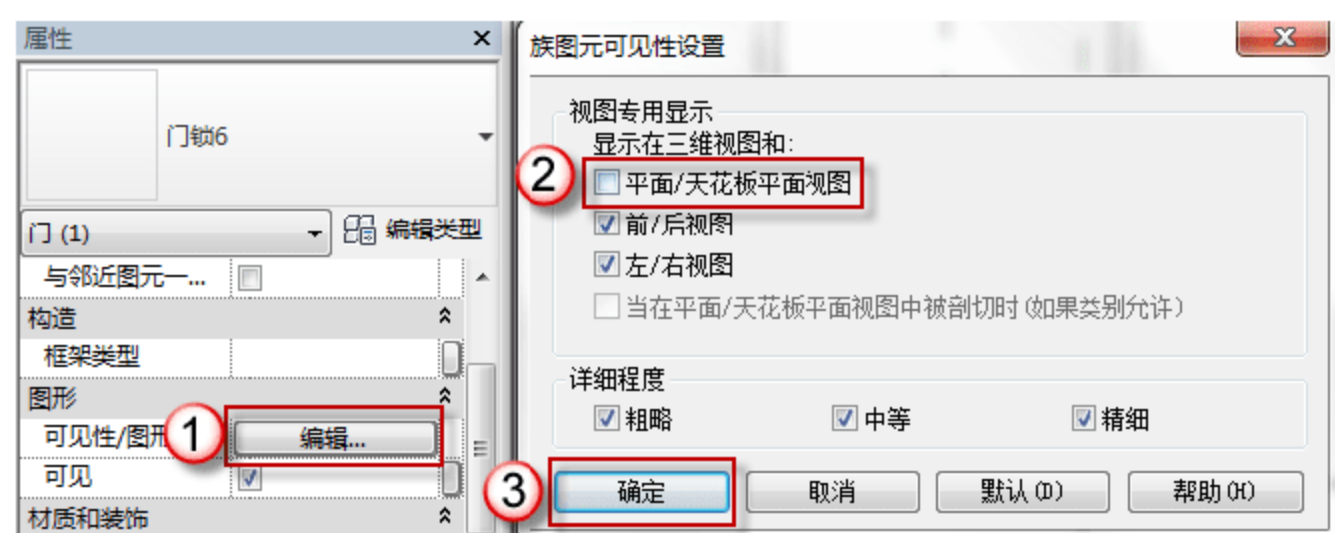

图 6.1.142 修改门锁 6 的可见性
(22) 修改门锁 6 的可见性。在门锁 6 的“属性”面板中,单击“图形”栏“可见性/图形替换”后的“编辑”按钮,弹出“族图元可见性设置”对话框,取消“平面/天花板平面视图”复选框的选择,单击“确定”按钮,如图 6.1.142 所示。